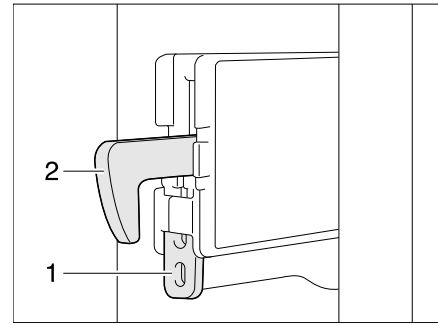

Bild 139 Fixierung Verriegelungshaken
**Verriegelungshaken fixieren:** ■ Die Fixierung (Bild 139,1) nach oben drücken. Der Verriegelungshaken (Bild 139,2) wird nach oben gedrückt und ist außer Funktion.
**Verriegelungshaken lösen:** ■ Den Verriegelungshaken (Bild 139,2) nach unten drücken. Der Verriegelungshaken ist wieder in Funktion.